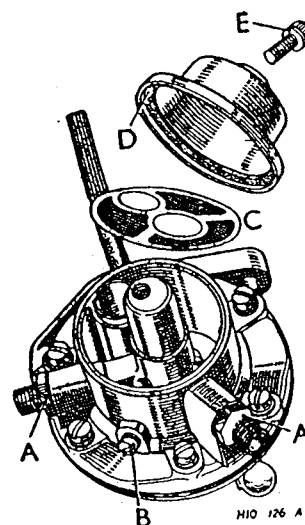

Fig. 7.
**Cleaning Filter. (See Fig. 7).**